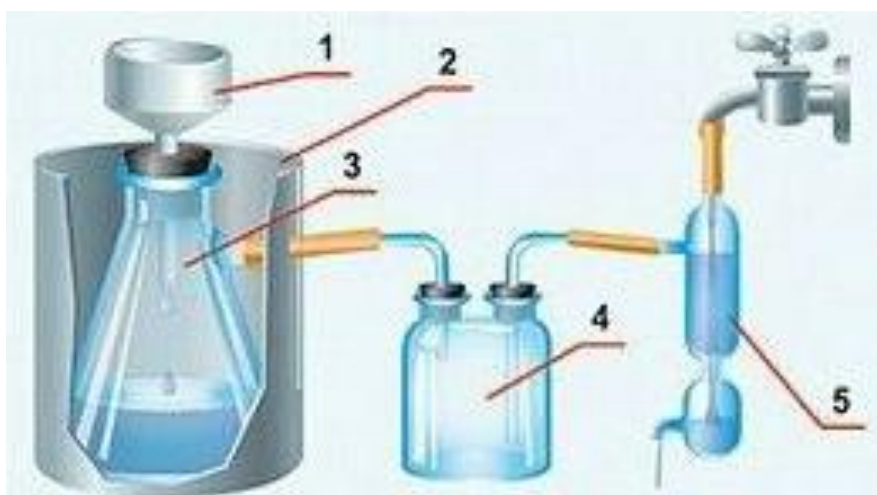

Рис. 16. Фильтрование под вакуумом:
**Фильтрование под уменьшенным давлением.** Для ускорения фильтрования его проводят под уменьшенным давлением на воронке Бюхнера (рис. 16). В качестве приемника фильтрата применяют толстостенную колбу Бунзена 3.